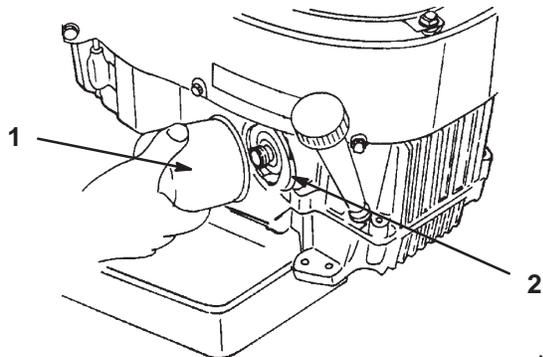

Figure 40
- Déposez le filtre usagé (Fig. 40).
- Appliquez une fine couche d'huile neuve sur le joint en caoutchouc du filtre de rechange (Fig. 40).
- Posez le filtre à huile de rechange sur l'adaptateur. Tournez le filtre dans le sens horaire jusqu'à ce que le joint en caoutchouc rejoigne l'adaptateur, puis donnez 3/4 tour supplémentaire (Fig. 40).